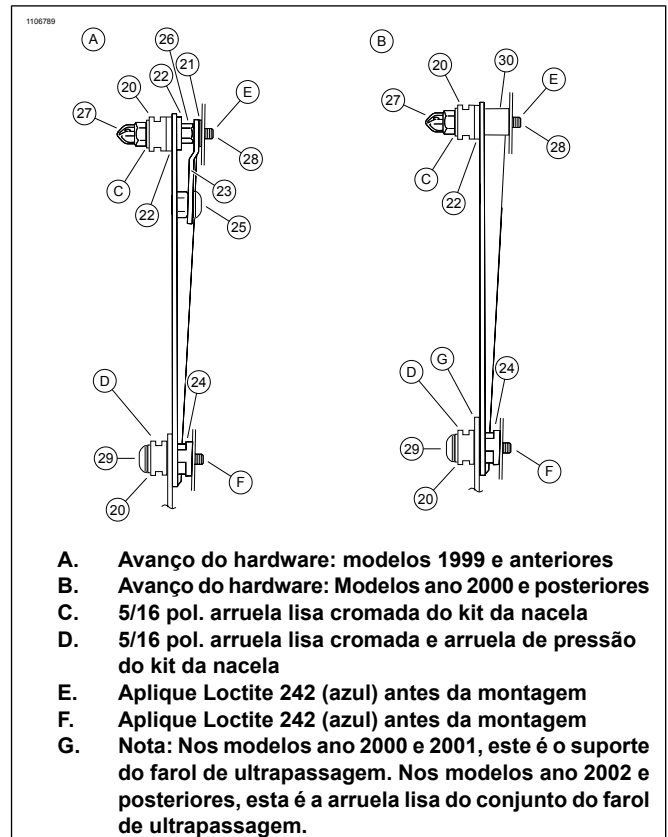

Figura 1. Avanço do hardware
1. Veja Figura 1. Com o conjunto do farol de ultrapassagem fora do veículo, coloque as ferragens de montagem superior (21, 22, 23, 25, 26 e 28) no suporte do farol de ultrapassagem conforme mostrado. Aperte apenas os parafusos (25) localizados na posição central.
Veja as exceções para o próximo passo em Figura 1, (G).
3. Prenda os espaçadores do farol de ultrapassagem (24) no suporte do farol de ultrapassagem. Coloque a parte inferior do suporte do farol de ultrapassagem na posição. Fixe a base do suporte nos pontos de suporte inferiores (20) no suporte do garfo com os parafusos (29) e arruelas cromadas do kit da nacela. Parafusos inferiores levemente firmes.